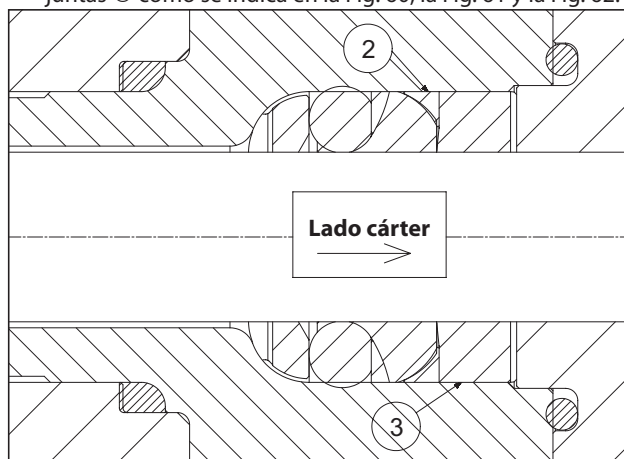

Fig. 62
- Introducir la anilla anti-extrusora ② y el casquillo de las juntas ③ como se indica en la Fig. 60, la Fig. 61 y la Fig. 62.
El casquillo de las juntas ③ se ha de introducir en la camisa con las descargas orientadas hacia el exterior (lado cárter) como se indica en la Fig. 61 y la Fig. 62.